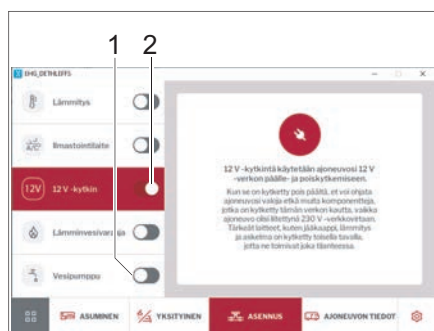

Bild 263 12V och vattenpump
- Med skjutreglaget (Bild 263,2) sätter du på och stänger av fordonets 12V-nät. En kommentar visas som anger vilka förbrukare som berörs.
- Med skjutreglaget (Bild 263,1) sätter du på och stänger av vattenpumpen. Se även kapitel 9.14.5.